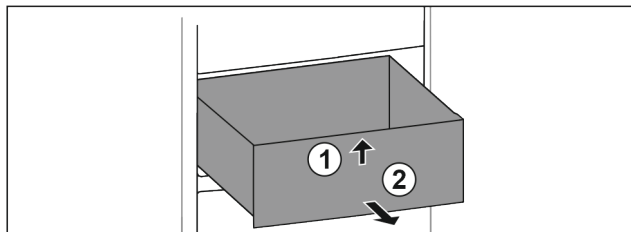

Fig. 103
- ▶ Приподнимите выдвижной ящик спереди. Fig. 103 (1)
- ▶ Извлеките выдвижной ящик движением вперед. Fig. 103 (2)